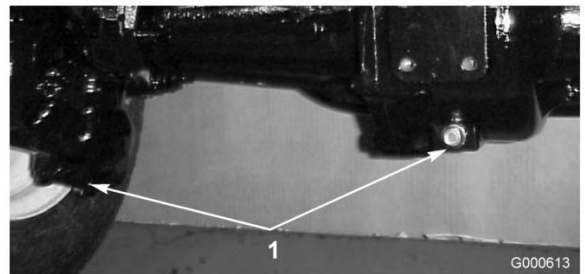

図 48
2. ドレン・プラグ (図 48 ; 左右端に 1 個と中央に 1 個、全部で 3 個ある) の周辺をきれいに拭く。